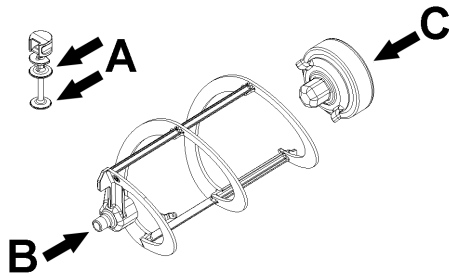
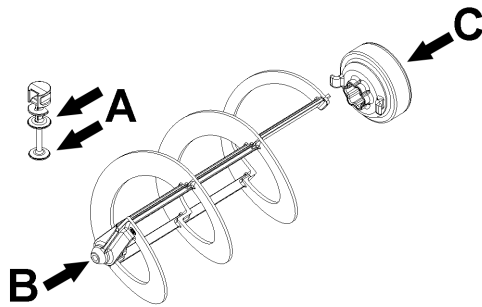

figure 16
figure 17
- 2 Lubrifier le piston du robinet, le joint hexagonal et le mélangeur aux points indiqués dans la (voir figure 16) (NG6) o (voir figure 17) (NG10). Utiliser uniquement la graisse fournie avec la machine ou une autre graisse prévue pour un usage
- 3** Remettre le robinet en place sur le bac en effectuant les opérations de la (voir figure 16) (voir figure 17) en sens inverse.